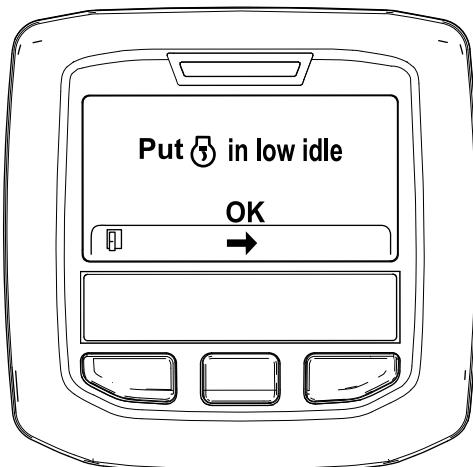

Bild 30
6. Stellen Sie die Gasbedienung in die NIEDRIGE LEERLAUF-Stellung und drücken Sie die mittlere Taste (Bild 30).